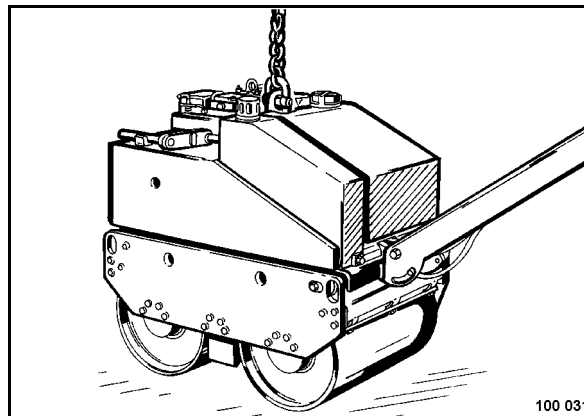

Fig. 41
- Para cargar la máquina con equipo de elevación hay que introducir el gancho en la armella de la suspensión central (Fig. 41).